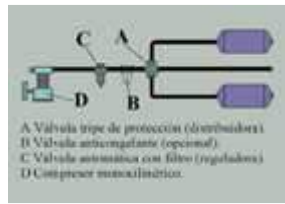

Fig. 47
- Circuito de alimentación. **(fig. 47)**.
### Circuito de alimentación (fig. 47)